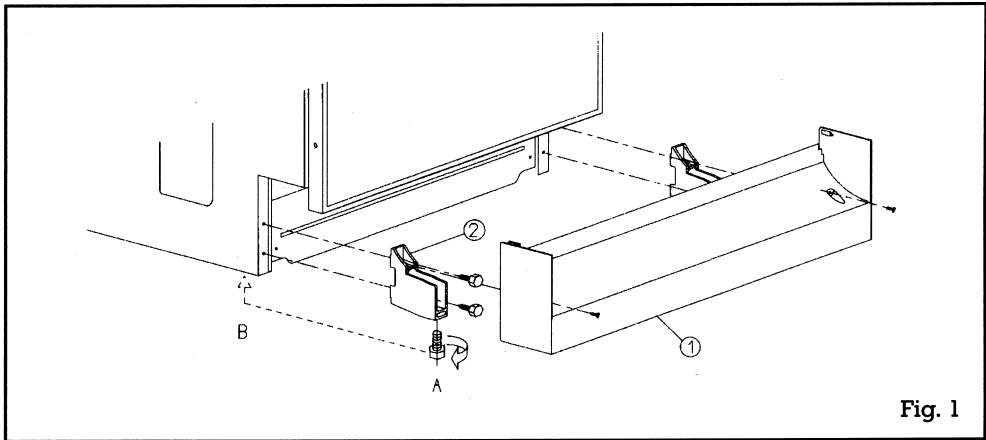

Fig. 1
- 1.- Sockelbasis (1) und Fußhalterungen entfernen, indem die Schrauben gemäß der Abbildung 1 gelöst werden.